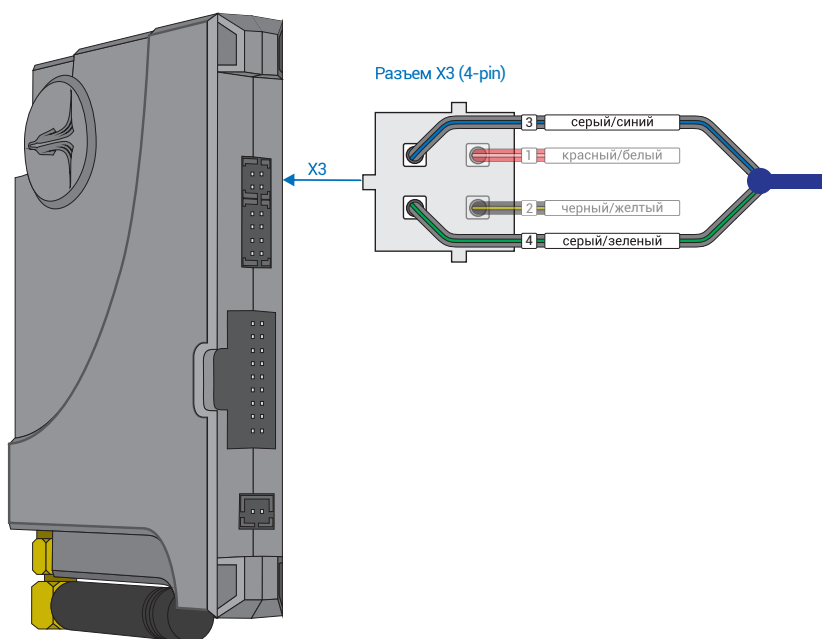

Рис.1 Призрак-8xx
3. Объедините между собой серый/синий провод (контакт №3) и серый/зеленый провод (контакт №4), находящиеся в разъеме X3 (см. рис.1). Подключите их к шине данных а/м: синий провод за левой кик панелью в белом разъеме (см. рис. 2-3).